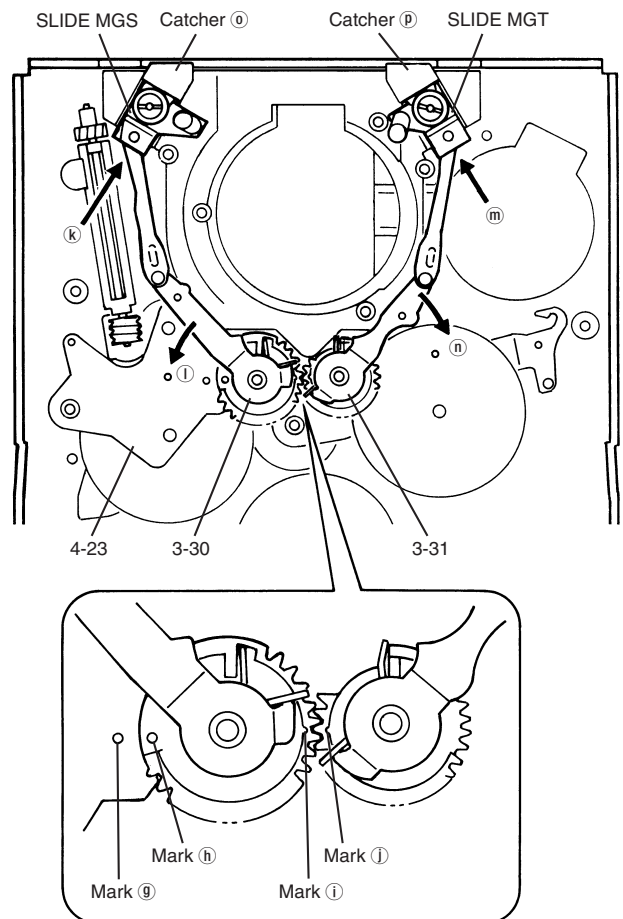

Fig. 3-4
- 1) As shown in Fig. 3-4, install 3-30 so that mark ⑧ on 3-30 is aligned with mark ⑨ on 4-23.
- 2) Insert SLIDE MGS into the groove of catcher ⑥ by pushing it from the direction of arrow ④.
- 1) As shown in Fig. 3-4, install 3-31 so that mark ⑩ on 3-31 is aligned with mark ⑪ on 3-30.
- 2) Insert SLIDE MGT into the groove of catcher ⑦ by pushing it from the direction of arrow ⑤.
- 1) 図3-4のように、3-30のマーク ⑧と4-23のマーク ⑨が一致するように3-30を取り付ける。
- 2) SLIDE MGSを矢印 ④の方向からキャッチャー ⑥の溝に挿入する。(3-30のレバーを片方の指で矢印 ①の方向に戻しながら他方の指でSLIDE MGSをキャッチャー ⑥の溝に挿入し、指を離す。)
- 1) 図3-4のように、3-31のマーク ⑩と3-30のマーク ⑩が一致するように3-31を取り付ける。
- 2) SLIDE MGTを矢印 ⑤の方向からキャッチャー ⑦の溝に挿入する。(3-31のレバーを片方の指で矢印 ②の方向に戻しながら他方の指でSLIDE MGTをキャッチャー ⑦の溝に挿入し、指を離す。)